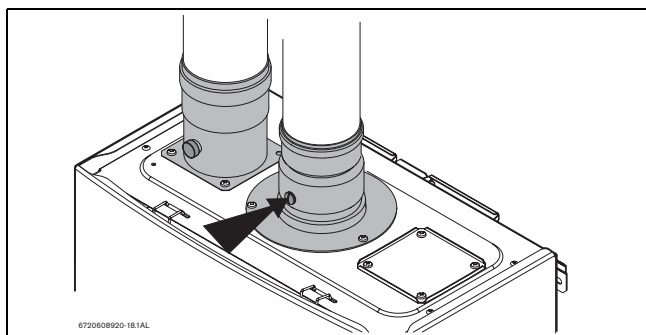

Fig. 43 Punto di misurazione
- ▶ Rimuovere la vite dell'accessorio base di scarico combustibili (Fig. 43).